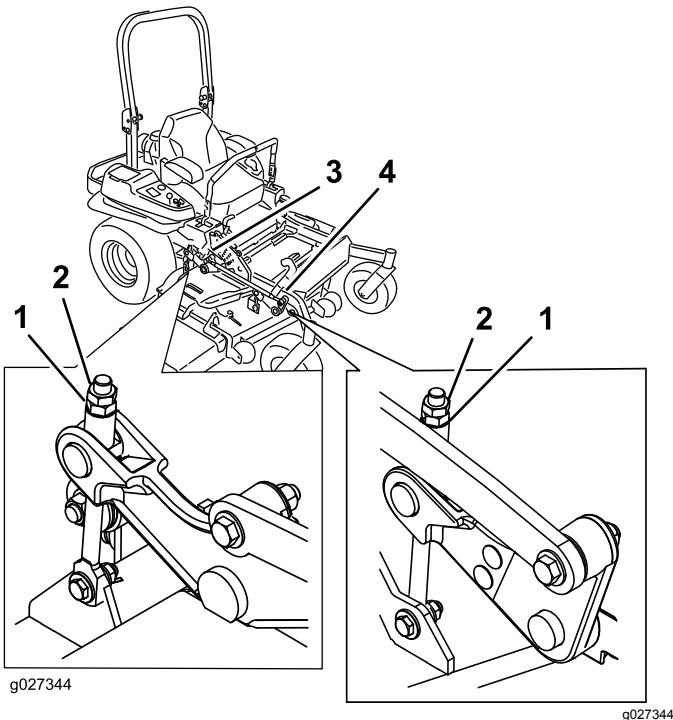

Figura 98
- Gire la tuerca de ajuste del conjunto de elevación de la carcasa delantera para modificar la altura (Figura 98).
16. Gire el tornillo de ajuste hasta obtener una altura de 8.3 cm (3 $\frac{1}{4}$) (Figura 98).